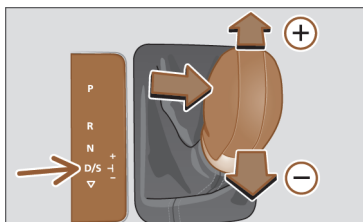

Fig. 138 Consola central: cambiar con tiptronic.
- Empuje la palanca hacia adelante (+) o hacia atrás (-) para aumentar o reducir la marcha» **fig. 138**.